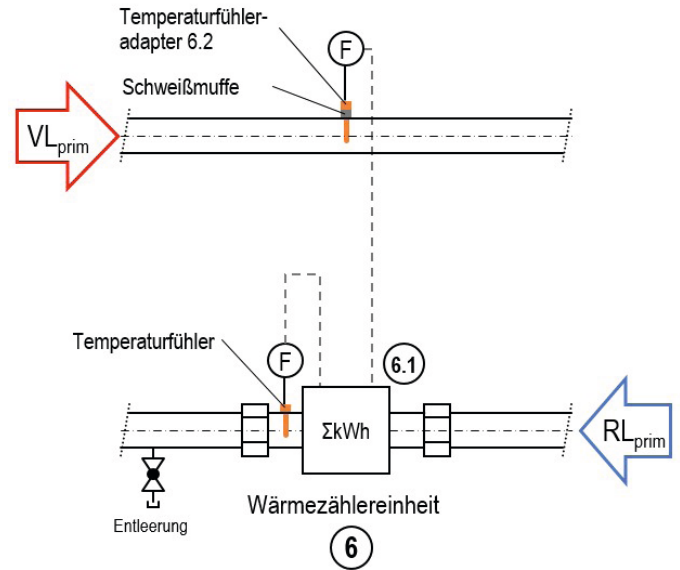
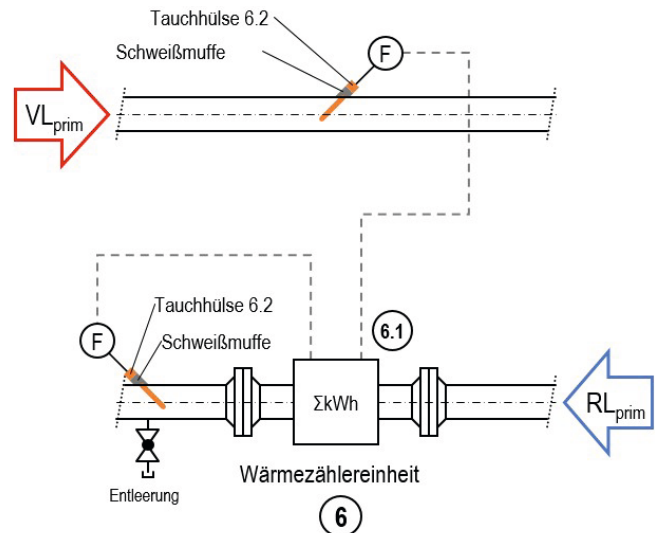

Abbildung 3: Einbauvorschrift Wärmezählereinheit Qp 1,5 / Qp 2,5, geschraubte Ausführung
Abbildung 4: Einbauvorschrift Wärmezählereinheit ab Qp 3,5, geflanschte Ausführung, 45° geneigt
- o Die Schweißmuffen sind bei Wärmezählereinheiten Qp 1,5 m³/h und 2,5 m³/h, beide senkrecht (90°) und bei Wärmezählereinheiten Qp 3,5 m³/h, 6 m³/h, 10 m³/h, 15 m³/h, alle schräg (45°) zur Rohrachse gegen die Flussrichtung, bei 25 m³/h, 40 m³/h und 60 m³/h, alle senkrecht (90°) zur Rohrachse einzuschweißen. (siehe Abbildung 3 und Abbildung 4)